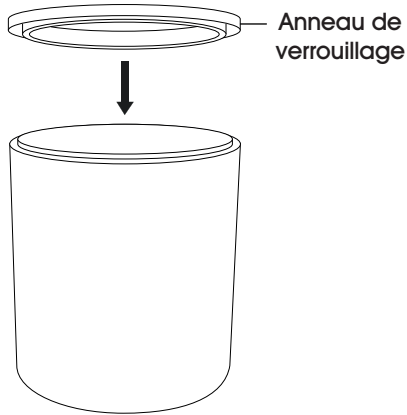

Figure 4
5. Alignez l'anneau de verrouillage sur le couvercle du pot et fixez-le en appliquant une pression uniforme à l'aide d'un dispositif de fermeture à pot de peinture. Assurez-vous que l'anneau s'enclenche en position. (Voir Figure 4)